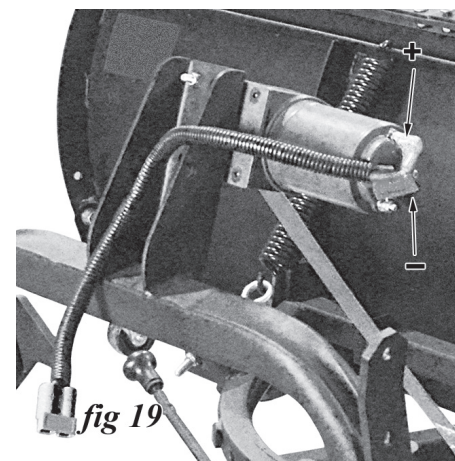

fig 19
1. Connectez les câbles du treuil, étiqueté « Pour Moteur », pour les contacts sur le moteur du treuil tel qu'illustré (fig 18). Soyez sûr que les capuchons de caoutchouc couvrent les connexions pour prévenir l'entrée d'eau. Le fil rouge doit être connecté à la borne positive (+ haut) sur le treuil, et le fil noir connecté à la borne négative (- bas) terminal de treuil (fig 19).